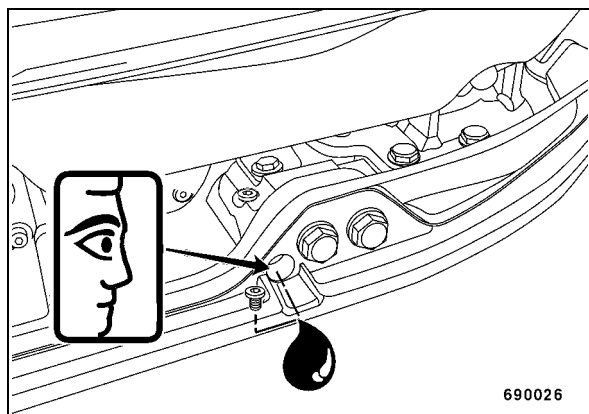

рис. 48
- Выкрутить пробку наливного отверстия и для проведения контроля (рис. 48) и проверить уровень масла.